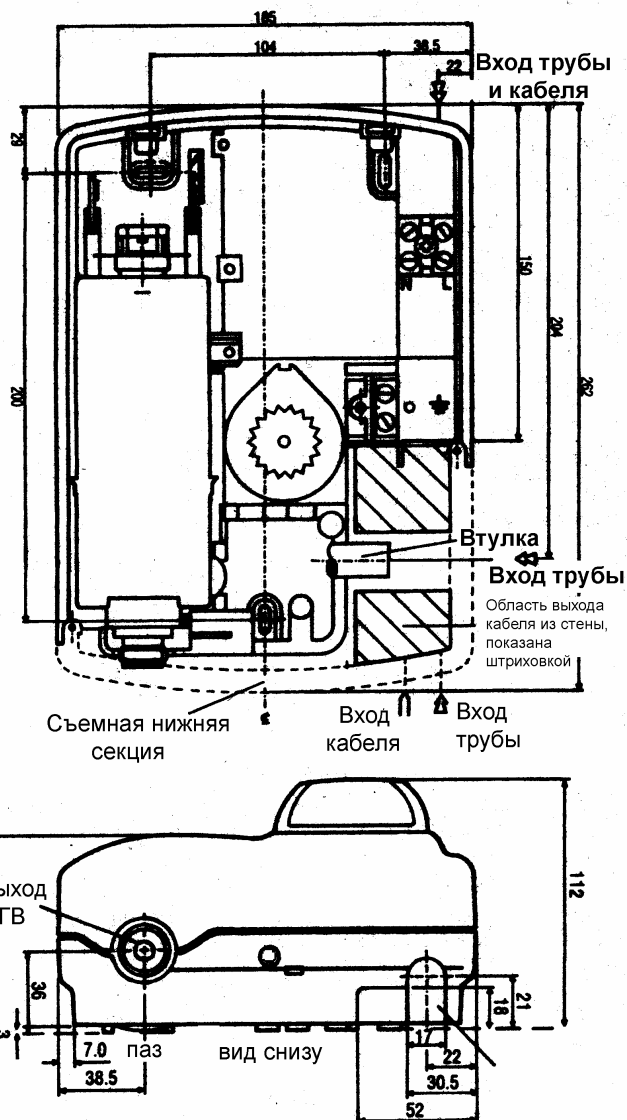

Рис. 4.8
4.4 Определите место установки кабеля и трубы холодного водоснабжения (см рис. 4.8).
При выборе подсоединения снизу кабель должен выходить из стены только в местах, в соответствии с рис. 4.8. Кабель, выходящий из стены, должен иметь длину не менее 280 мм для возможности подсоединения к клеммной колодке.